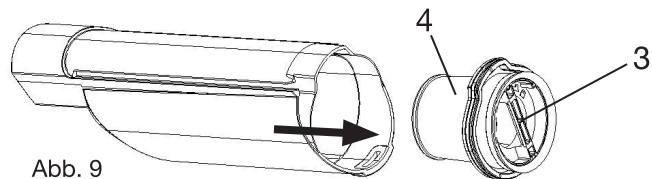

Abb. 9
Halten Sie den Behälter über einen Abfalleimer und ziehen Sie an der Lasche (3) (Abb. 9), um den Filterblock (4) (Abb. 9) herauszunehmen.